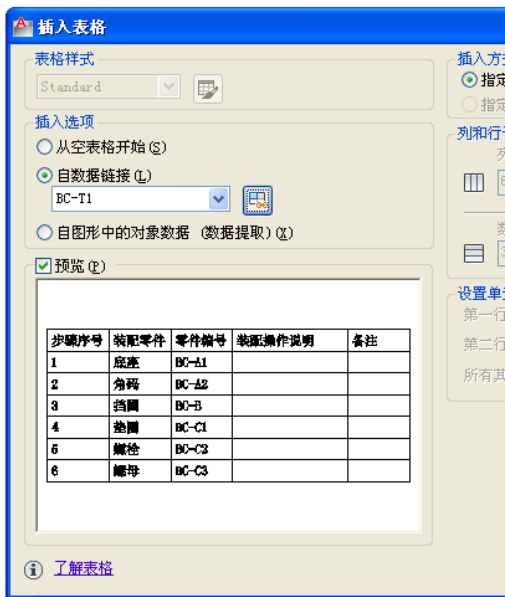

图 7-20 “插入表格”对话框
(7) 在“选择数据链接”对话框中单击“确定”按钮。此时，“插入表格”对话框中的预览效果如图 7-20 所示。